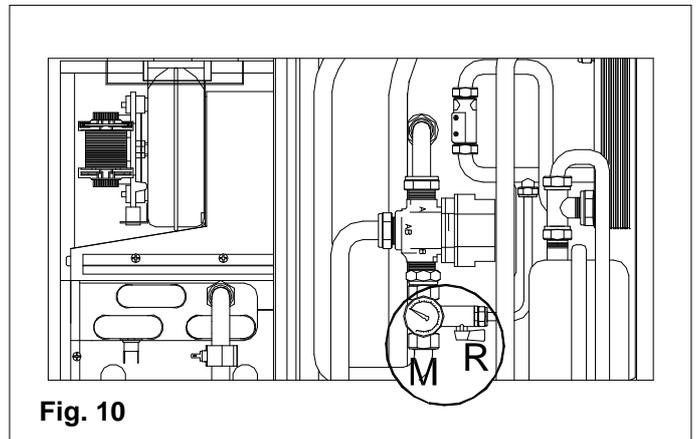

Fig. 10
- ouvrir également le robinet de remplissage R (Fig.10).
- au moyen du manomètre **M** (Fig.10), contrôler que la pression de l'installation soit de 1 bar et que le code H2O0 n'apparaisse pas sur l'écran du tableau de commande.